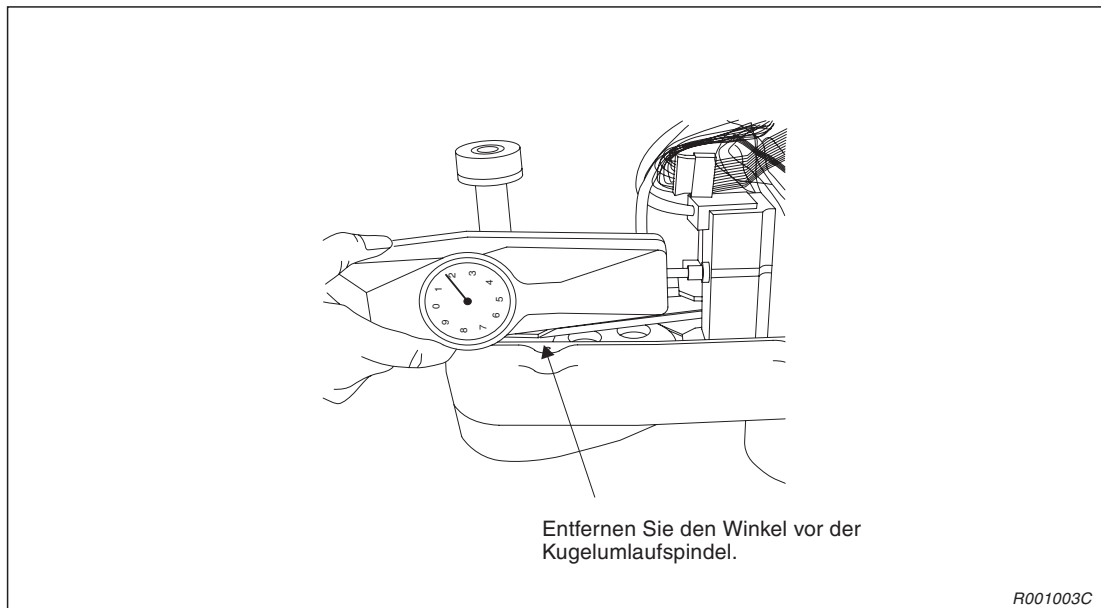

Abb. 5-7: Zahnriemenspannung des Antriebszahnriemens für die J4-Achse auf der Motorseite
Stellen Sie die Zugkraft des Zahnriemens am J4-Motor ② für den Roboter RH-6SH auf 65 N und für den Roboter RH-12SH auf 45 N ein und befestigen Sie anschließend den Motor wieder mit den Schrauben ① (siehe Abb. 5-7).